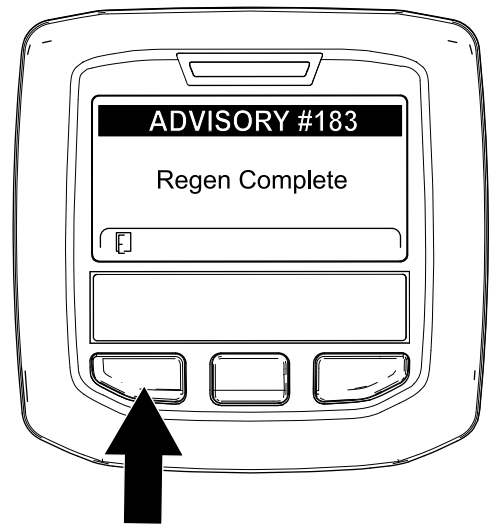

Figura 71
9. Cuando el ordenador del motor finaliza una regeneración con la máquina aparcada o una regeneración de recuperación, el InfoCenter muestra ADVISORY #183 (Aviso n.º 183) (Figura 71). Pulse el botón de la izquierda para salir a la pantalla de inicio.